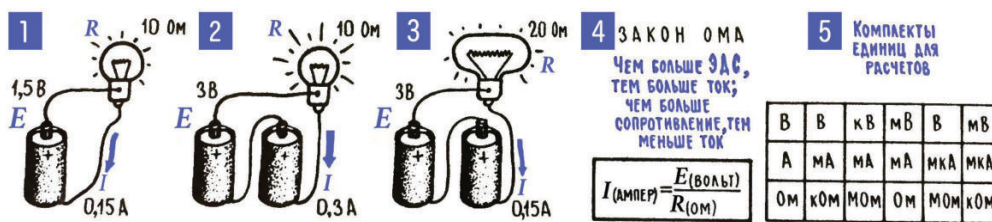

Рис. 4.1. Закон Ома
Закон Ома не относится к числу фундаментальных законов природы. Он рассказывает о довольно узком круге явлений в достаточно скромной системе – в электрической цепи. Рассказывает о том, как электрический ток в этой цепи зависит от действия генератора (ЭДС) и от свойств самой цепи (сопротивление). Зависимости эти, утверждает закон Ома, очень просты: ток прямо пропорционален электродвижущей силе генератора и обратно пропорционален сопротивлению цепи (рис. 4.1).
2. Из закона Ома можно получить две удобные расчетные формулы для вычисления ЭДС и сопротивления цепи. Все, о чем говорит закон Ома, можно записать в виде короткого алгебраического выражения, так называемой формулы. Для этого прежде всего введем условные обозначения – ЭДС обозначим буквой E, ток – буквой I и сопротивление буквой R. Краткая алгебраическая запись, формула закона Ома, приведена на рис. 4.1; 4. Из формулы видно, что ток I зависит от двух величин: от электродвижущей силы E и сопротивления R. В этой зависимости E находится в числи-